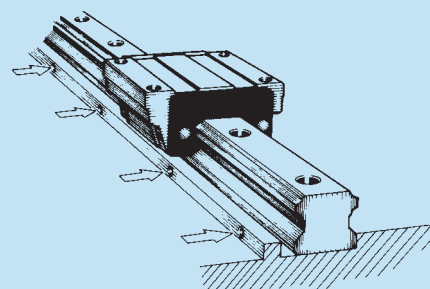

Fig. 31 Ajuste de los tornillos de fijación
3) Ajustar los tornillos de fijación del riel de movimiento lineal hasta que el riel de movimiento lineal apenas toque el plano de referencia transversal de la base. Ver fig. 31.